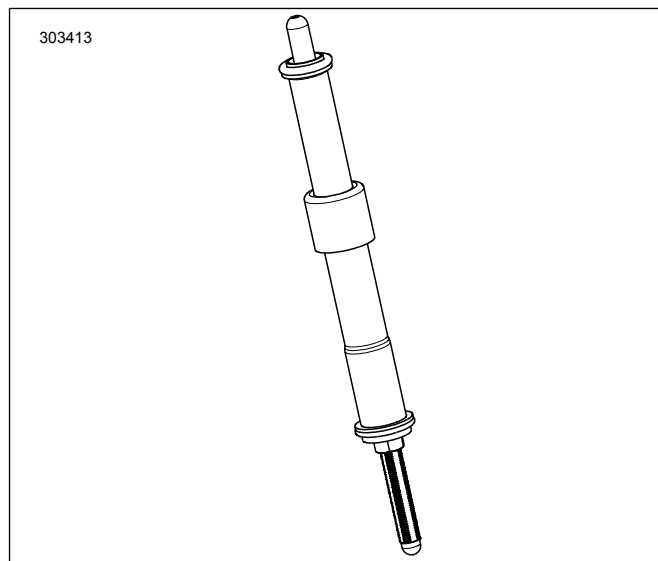

Figure 2. Tige de poussée posée dans le couvercle de tige de poussée
7. Voir la figure 2. Installer les tiges de culbuteur d'admission dans les caches tiges de culbuteur.